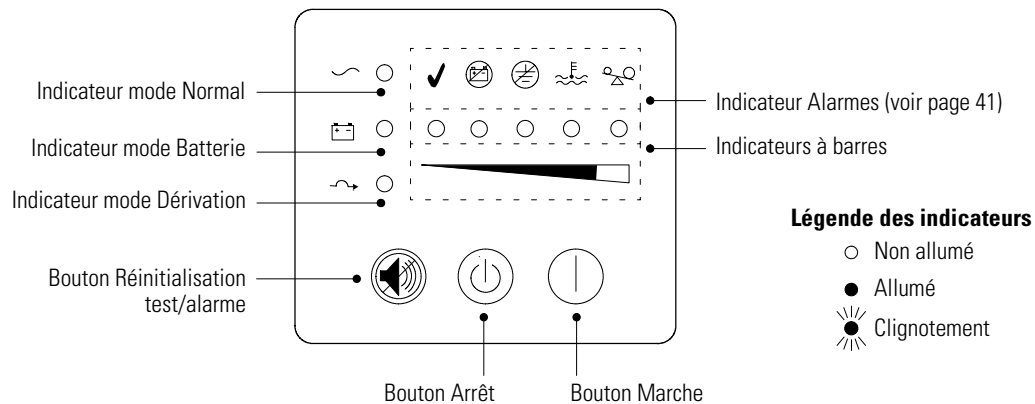

Figure 15. Panneau avant de l'onduleur UPS
12. Appuyez sur le bouton Bouton | Marche (voir Figure 15 page 17).
Une fois l'onduleur UPS branché dans une prise secteur, il effectue un auto-test et entre en mode Attente. Pour mettre sous tension l'onduleur UPS, appuyez sur le Bouton | Marche situé sur le panneau avant (illustré dans Figure 15 page 17). L'indicateur \sim s'allume et les indicateurs à barres affichent le pourcentage de charge appliquée à l'onduleur UPS.
Le panneau avant du Powerware 9125 indique l'état de l'onduleur UPS grâce aux indicateurs de l'onduleur UPS. Figure 15 illustre les indicateurs et les commandes du panneau avant de l'onduleur UPS.